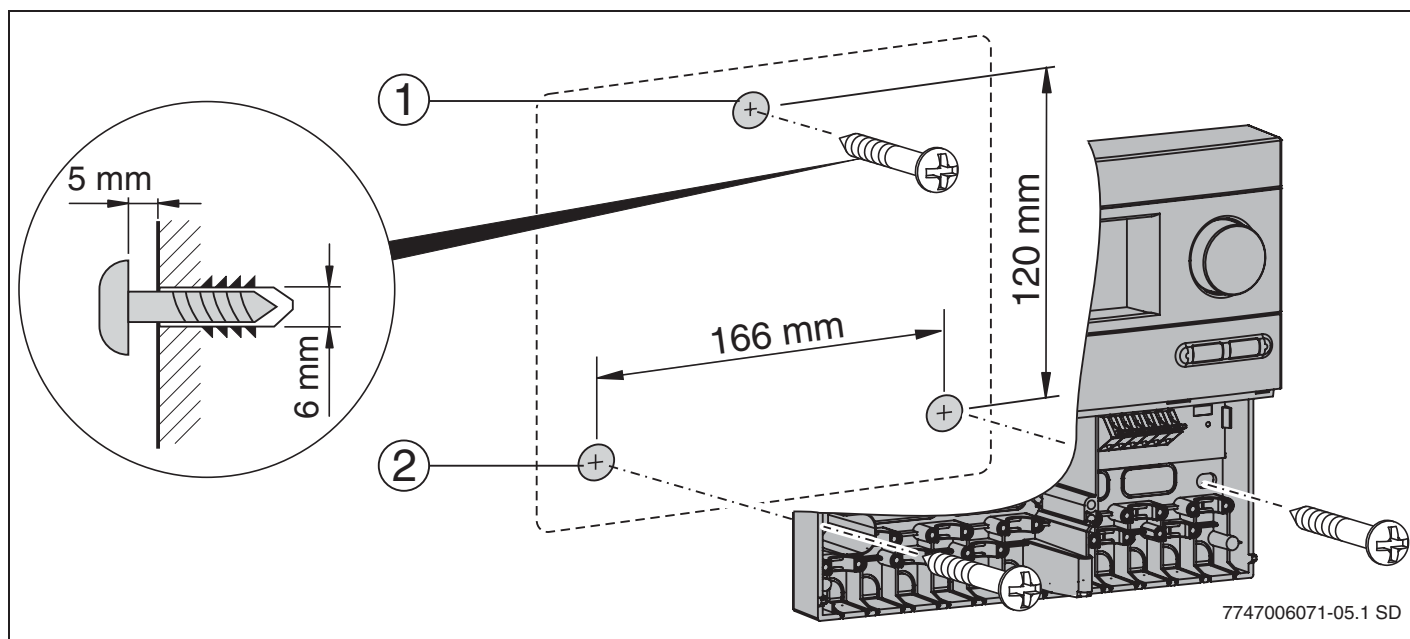

Рис. 4 Настенный монтаж регулятора
- ▶ Просверлите верхнее отверстие (→ рис. 4, поз. 1) и заверните прилагаемый винт так, чтобы он выступал на 5 мм.
- ▶ Отметьте нижние отверстия (→ рис. 4, поз. 2) для крепления, просверлите их и вставьте дюбели.